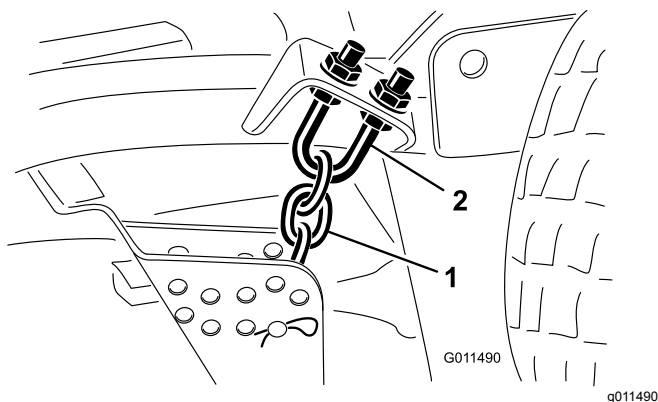

Рисунок 120
1. Ослабьте верхние или нижние контргайки на U-образном болте цепи регулировки высоты скашивания (Рисунок 120).